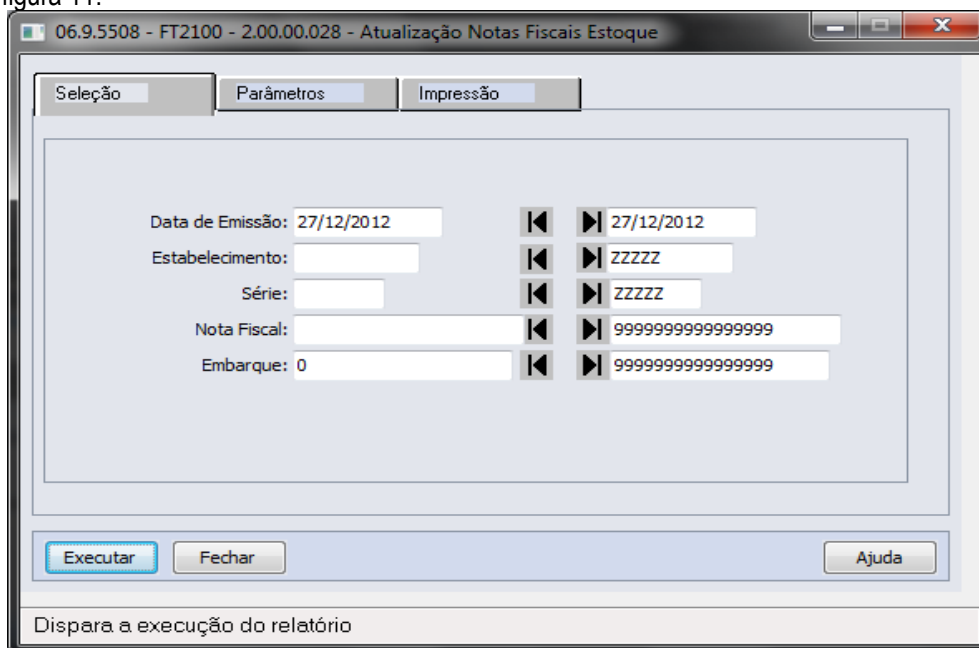

Figura 11 – Atualização Notas Fiscais Estoque
- Atualização Notas Fiscais Estoque – Realiza o envio do aviso de embarque para o fornecedor via TOTVS Colaboração, conforme figura 11.